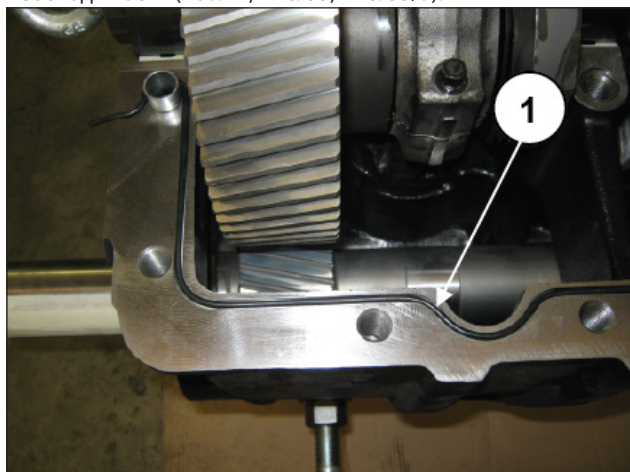

Рис. 35
Выньте все уплотнительные кольца O-ring из пазов в плоскости переднего картера и замените их при необходимости (поз. ①, Рис. 35, Рис. 35/а).